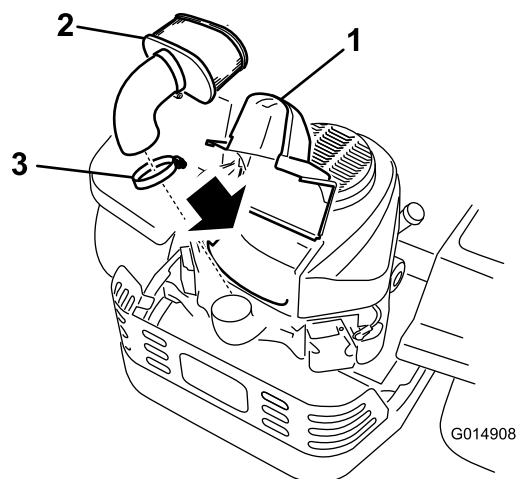

Figura 31
3. Limpie alrededor de la tapa del limpiador de aire para evitar que la suciedad penetre en el motor y cause daños. Levante la cubierta y retire la abrazadera que sujeta el conjunto del limpiador de aire al motor (Figura 31).
4. Afloje la abrazadera y retire el elemento de papel (Figura 31).